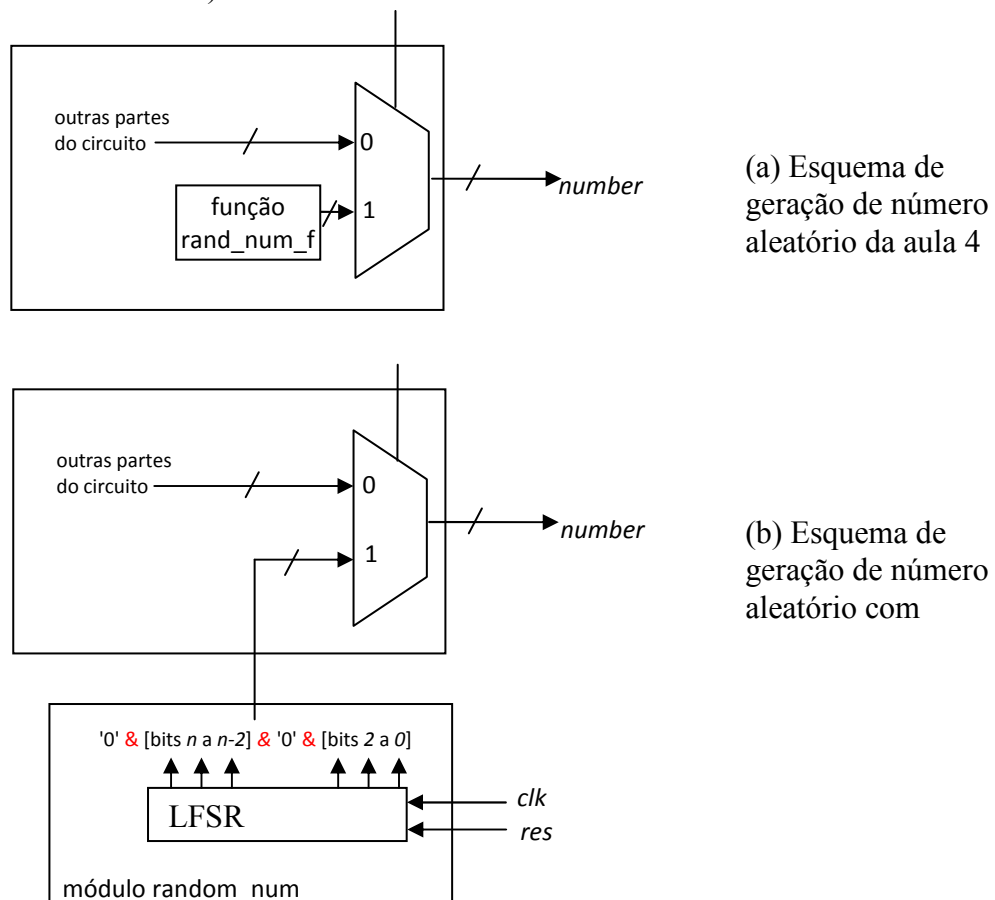

Figura 1
A figura 1 ilustra as interfaces do módulo *Random_num* e a sua esperada conexão dentro do datapath do Snake. A figura 1.a mostra o esquema utilizado na Aula 4, com a função *rand_num_f* sendo chamada dentro do bloco *Num Gen*; já a figura 1.b indica como deve ser a nova configuração, uma vez que haverá um módulo específico para a geração do número.
- e) Faça a descrição equivalente do circuito em VHDL (figura 1.b) seguindo o esquema dado no item c) (atenção: utilize os mesmos nomes para os sinais e portas).
- O vetor de estados conterá os bits de saída dos FFs (dos bits 12 a 0) e portas do módulo deverão ser de acordo com o especificado na figura 1.b.